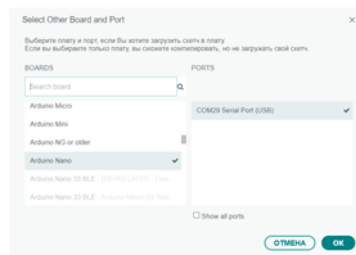

Рис. 19 – Выбор платы «ArduinoNano»
5. Далее для работы проекта необходимо написать следующий эскиз (рис.19)
1. Панель управления (контроллер), плата расширения (рис.19.)